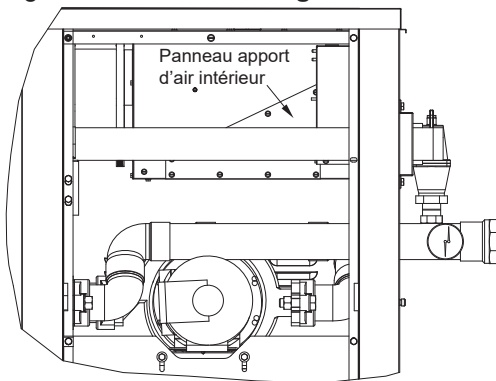

Figure 8. Installez le couvercle de prise d'air intérieure
4. Depuis la section arrière droite, installez le couvercle de prise d'air intérieure à l'aide des neuf vis hexagonale fournies, voir **Figure 8**.